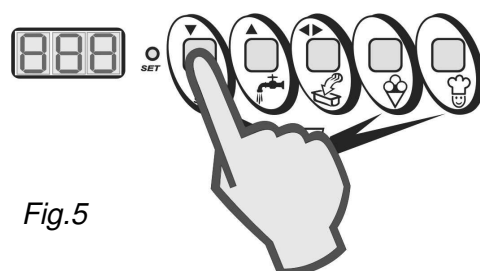

Fig.5
8. Per uscire dalla programmazione e salvare le modifiche, premere il tasto "**STOP**" (Fig. 5).